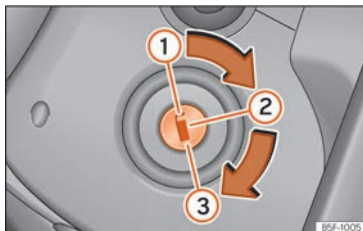

Abb. 215 Positionen des Zündschlüssels
In dieser Stellung »» » Abb. 215 ① sind die Zündung und der Motor ausgeschaltet und die Lenkung kann gesperrt werden.
- Drehen Sie den Zündschlüssel in Stellung zum Anlassen des Motors »» » Abb. 215 ③.
- Drehen Sie den Zündschlüssel in Stellung »» **Abb. 215 ②**. Beim Vorglühen des Motors leuchtet die Kontrollleuchte  auf.
- Sobald die Kontrollleuchte erlischt, drehen Sie zum Anlassen des Motors den Zündschlüssel auf die Position **③**. Dabei nicht das Gaspedal betätigen.
- Drehen Sie den Zündschlüssel in Stellung »» Abb. 215 ①.
» Abb. 215 ① » ⚠.